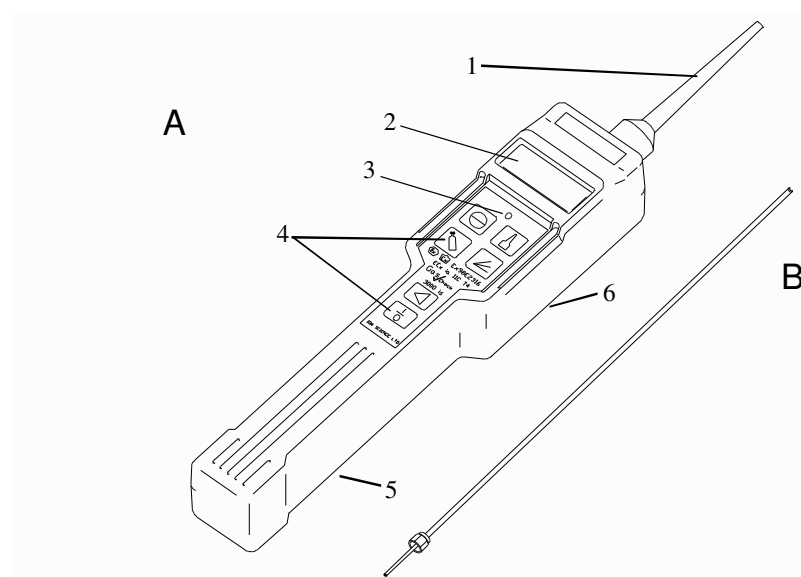

Abb. 1 – GAS-CHECK 3000 und 3000is
Siehe hierzu Abb. 1. Das GAS-CHECK ist ein portabler, batteriebetriebener, handhaltbarer Gaslecksucher. Die Leckanzeige erfolgt durch eine digitale Anzeige (2), durch eine blinkende LED (3) auf der Gerätevorderseite sowie über hörbare Klicks durch einen Lautsprecher (6) auf der Geräterückseite. Vom GAS-CHECK 3000 gibt es zwei Versionen: